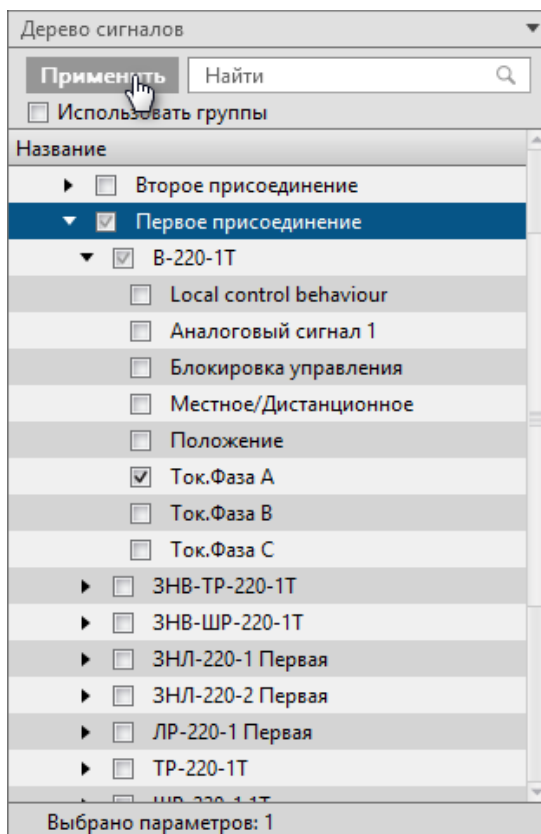

Рисунок 106 - Добавить сигналы
3. В дереве сигналов ниже выберите значение сигнала и нажмите **Применить** (Рисунок 106).